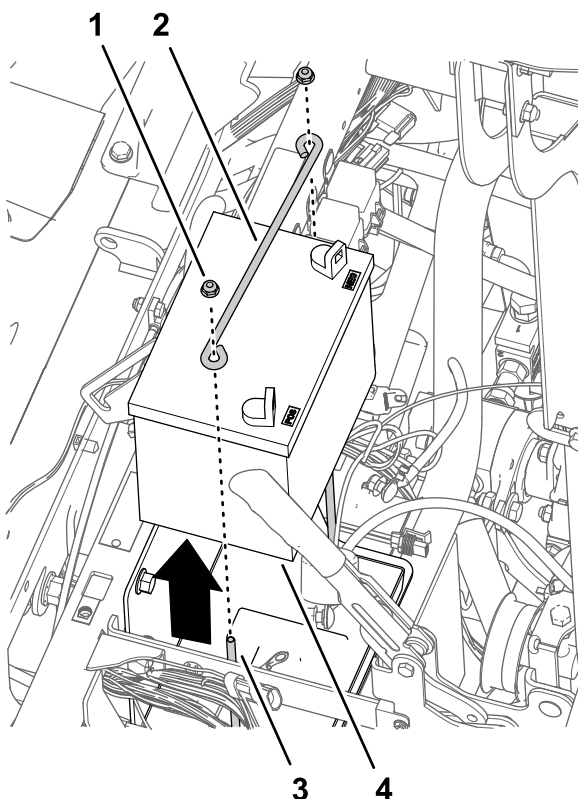

Figura 168
- Montate il coperchio rimosso nel passaggio 2 di Rimozione del volante \(pagina 76\) sul volante (**Figura 168**).
1. Rimuovete i 2 dadi di bloccaggio flangiati e i tiranti dai 2 bulloni a J che fissano la batteria alla staffa della batteria della macchina (Figura 168).
2. Togliere la batteria dalla macchina (Figura 168).